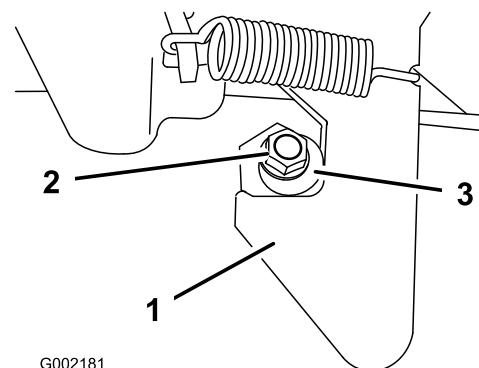

図 19
1. ラッチ・ポストの端についているナット (図 19) をゆるめる。
2. ラッチ・ポストを右回りに回転させてラッチにちょうどはまるようにし、その位置でナットを締める (図 19)。